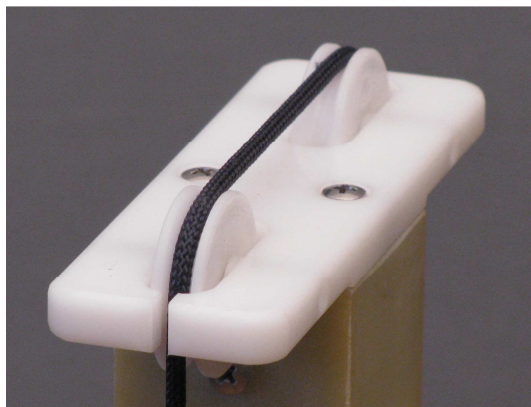

Fig. 5
5. Die drei übrigen Mastrohre zusammenstecken und Seil durch die gabelförmigen Schlitz des Umlenkrollenhalters über die Seilrollen legen (Fig. 5). Mastrohrabschnitt aufrichten und genau senkrecht auf Zapfen des untersten Mastrohrs aufsetzen. Restliches Seil aufwickeln. Falls nur maximal 3,3 m Gesamthöhe benötigt werden, kann eines der mittleren Rohre weggelassen werden. Falls 2,3 m Gesamthöhe reichen, können 2 mittlere Rohre weggelassen werden.
5. Shift the other 3 square tubes together and lay the rope over the rolls as shown in fig. 5. Erect these 3 pieces and insert them into the lowest square tube. Roll up the rest of the rope. If a total mast height of up to 3.3 m is sufficient one piece of the square tubes can be omitted, if 2.3 m are sufficient 2 pieces can be omitted.